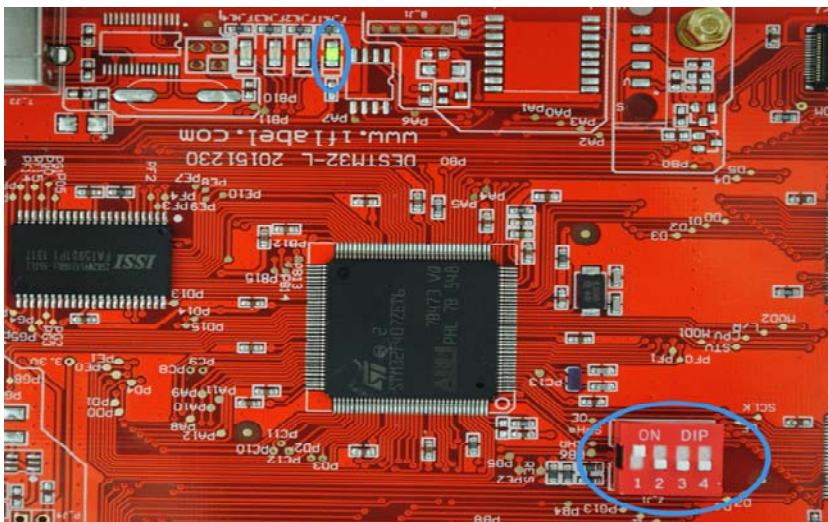

图 4 4.3' 显示对应的拨码器和指示灯
- 1) 当拨码器上的 1 拨到 ON 位置时对应的是 4.3' 电子纸的显示程序，同时最左边的一个指示灯会点亮，如图 4。